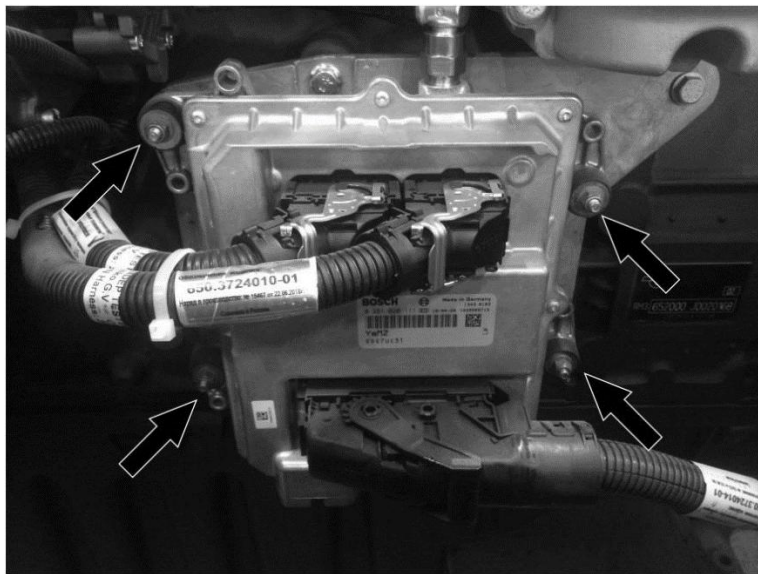

Рисунок 5.18. Места крепления блока управления двигателем
- ▶ Проверить места крепления блока управления к двигателю рис. 5.18.